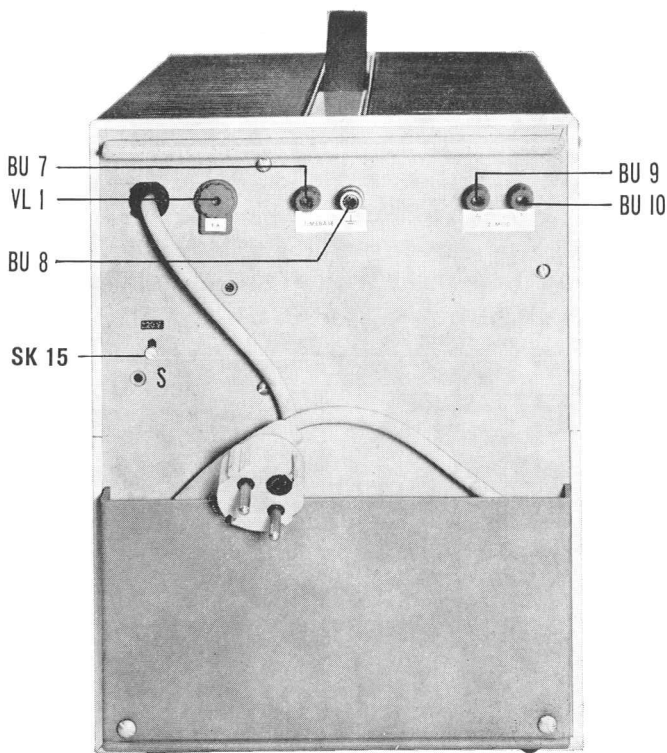

Abb. 4. Rückansicht
- Die Blockierungsschraube „S“ (Abb. 4) etwas lockern (linksherum drehen).
Beträgt die Netzennspannung 127 V, so überschreitet die Spannung an der Primärseite des Speisetransformators den zulässigen Wert von 110 V + 15%. Um dies zu vermeiden, ist ein Widerstand anwesend, der in Reihenschaltung mit der Primärwicklung angeordnet werden kann. Zu dem Zweck ist das an Punkt 1 angeschlossene rechte blaue Kabel (Br) zu lösen und an Punkt 5 anzuschliessen (siehe Abb. 4 A).
$\perp$ (BU8)	Knöpfe und Buchsen an der Geräte-Rückseite (Abb. 4).